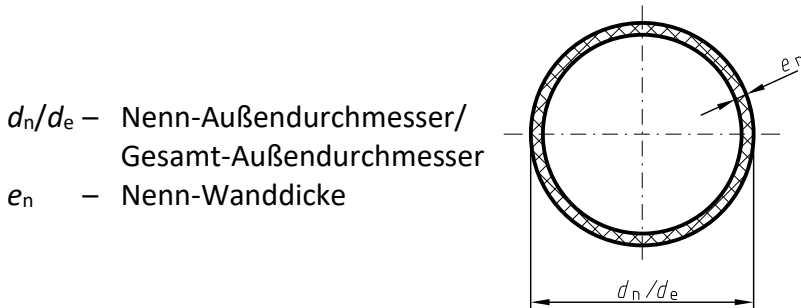

Bild 1 – Querschnitt eines PE-Rohres nach DIN 8074
- c) Abschnitt 4 und Bild 1 aktualisiert;